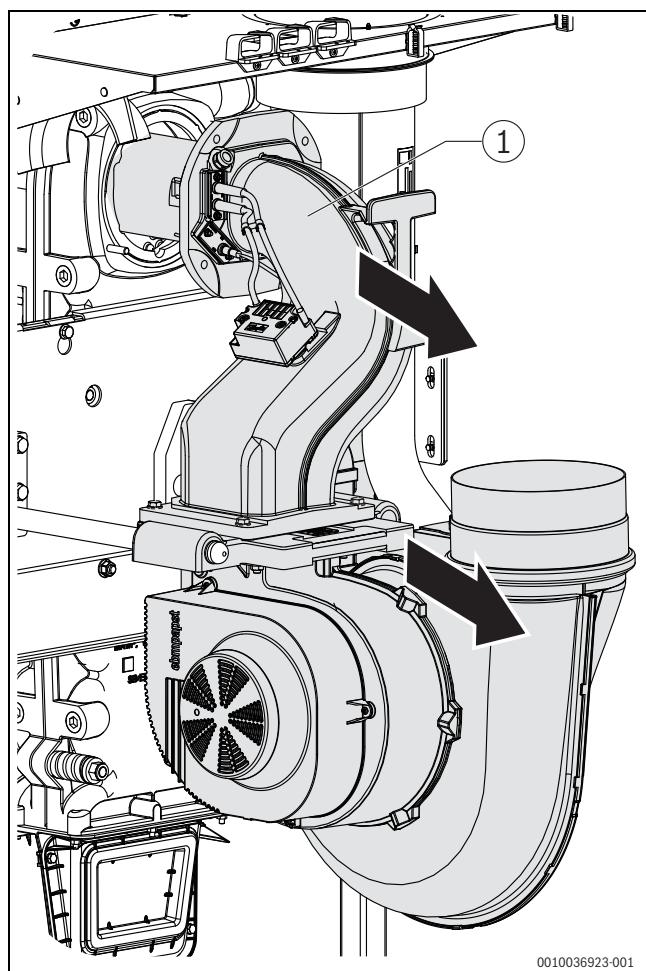

Рис. 50 Отведение горелки назад
- Извлечь назад смесительный патрубок со штабом горелки и вентилятором до конечного положения (уплотнительное кольцо на направляющем штифте) (→Рис. 50).